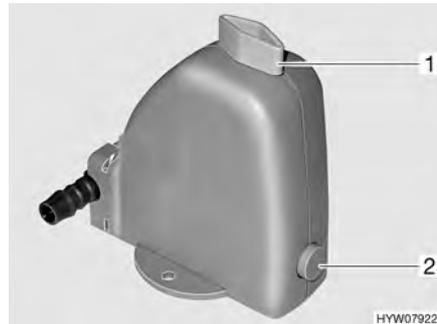

Fig. 174 Valve de sécurité et de vidange du chauffe-eau
Le chauffe-eau est équipé d'une valve de sécurité et de vidange (Fig. 174). La valve de sécurité et de vidange empêche que l'eau ne gèle dans le chauffe-eau lorsque le chauffage n'est pas allumé en cas de gel.
- Fermer la valve de sécurité et de vidange. Tourner pour cela le bouton rotatif (Fig. 174,1) dans le sens transversal par rapport à la valve de sécurité et de vidange et enfoncer le bouton-poussoir (Fig. 174,2).
- Ouvrir la valve de sécurité et de vidange. Tourner le bouton rotatif (Fig. 174,1) dans le sens longitudinal par rapport à la valve de sécurité et de vidange. Le bouton-poussoir (Fig. 174,2) ressort. Le chauffe-eau est vidé à l'extérieur par le biais de la valve de sécurité et de vidange.